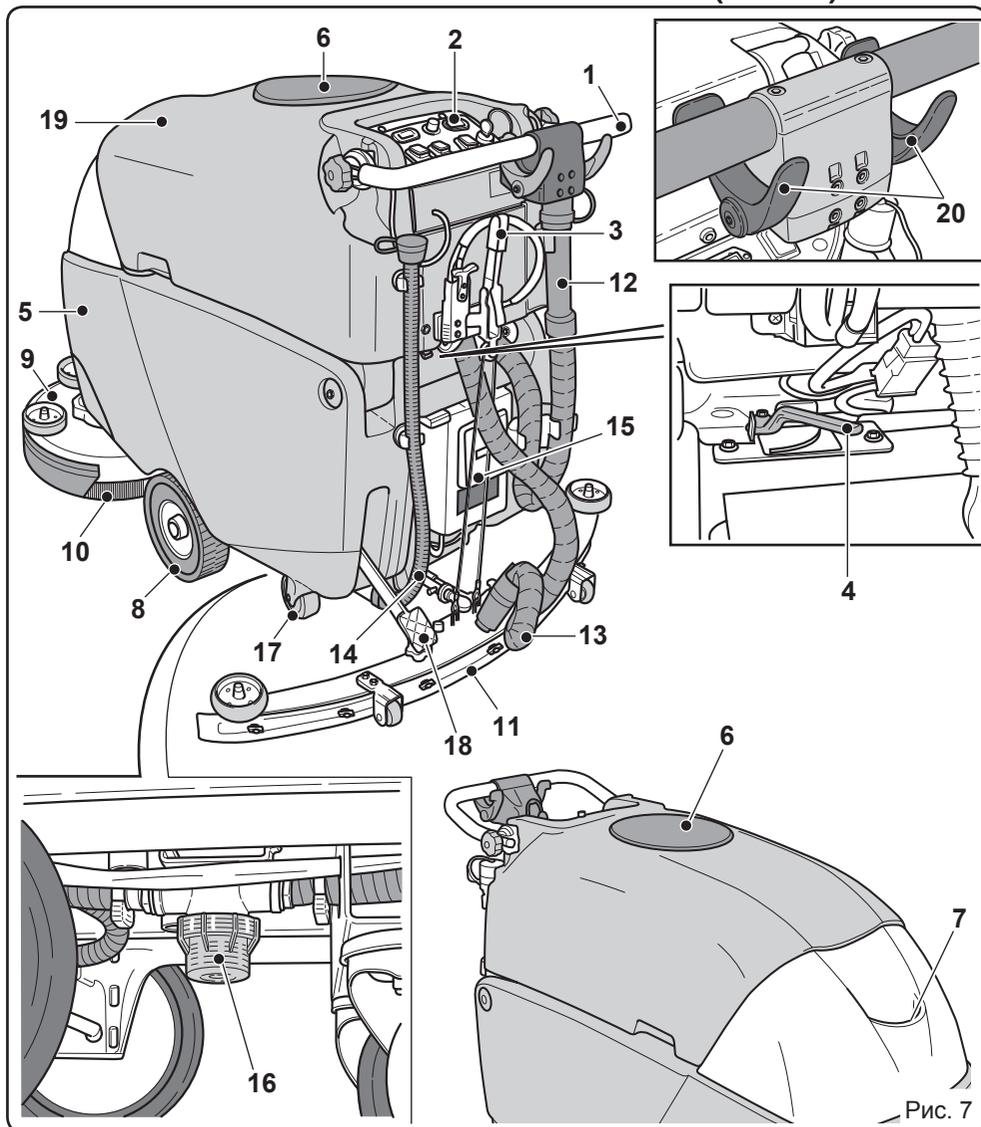

Рис. 7
5.1 ЗНАКОМСТВО С МАШИНОЙ (Рис. 7)